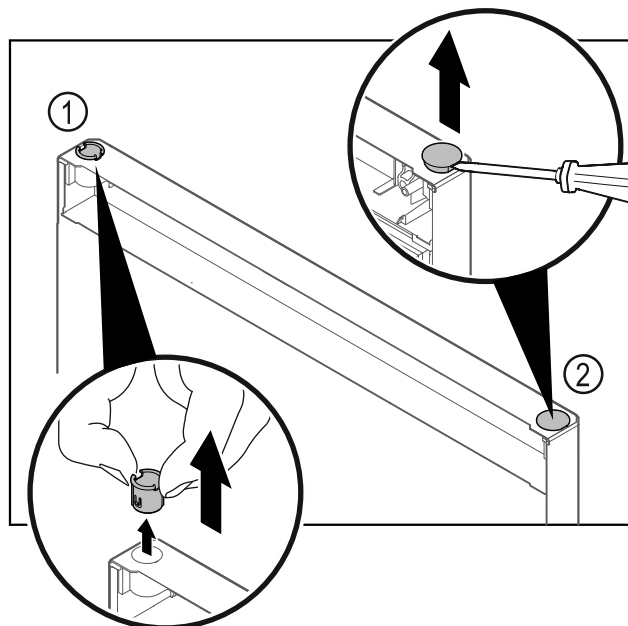

Fig. 22
- ▶ Scharnierbuchse Fig. 22 (1) mit den Fingern herausziehen.
- ▶ Abdeckstopfen Fig. 22 (2) vorsichtig mit einem Schlitzschraubendreher anheben und herausziehen.